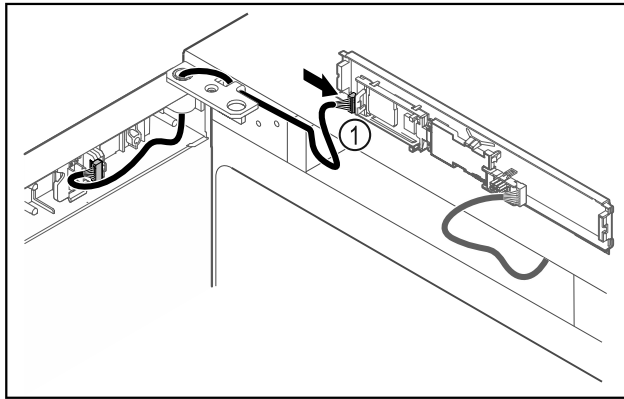

Fig. 40
- ▶ Stekker Fig. 40 (1) in printplaat steken.